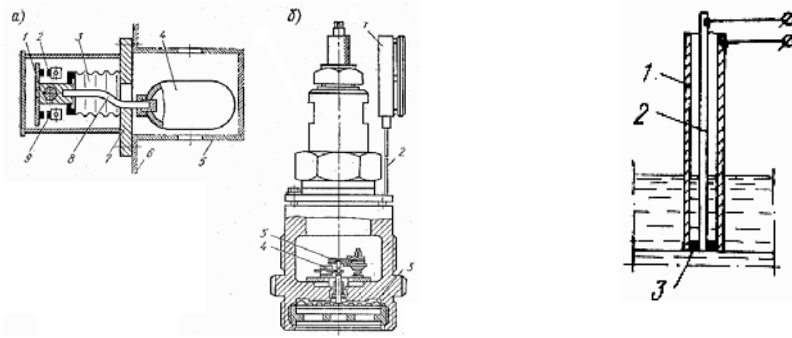

Рис. 3
3. Датчики и реле уровня в системах судовой автоматики. Принцип работы датчиков (рис.3). Применение в системах автоматики.